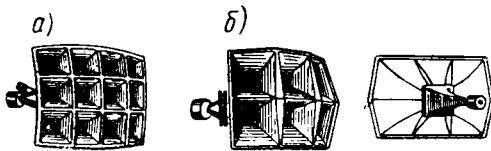

Рис. 9. Секционированные высокочастотные рупоры
Две головки 1А-13 с помощью V-образной горловины соединяются с металлическим секционированным рупором (3×4 секции). Последний (рис. 9) представляет собой 12 металлических экспоненциальных рупоров, входные отверстия которых соединены вместе и заделаны в общую горловину, а оси расходятся под некоторым углом. Рупоры такого типа позволяют расширить характеристику направленности на высоких частотах, поскольку она представляет собой сумму развернутых в пространстве характеристик направленности всех 12 рупоров.
**Громкоговоритель 30А-3** (рис. 13) входит в состав комплектов УСУ-51 и УСУ-52 для стационарной аппаратуры II класса. В нем используются головки 1А-13 и 2А-9, но работающие в более дешевом и простом оформлении. Так, головка 1А-13 работает на небольших габаритах рупор из 6 секций (см. рис. 9), а головка 2А-9 — на фазоинвертор. Поэтому качественные показатели громкоговорителя 30А-3 ниже, чем у 30А-2 или 30А-9, несмотря на то, что в нем используются те же головки.